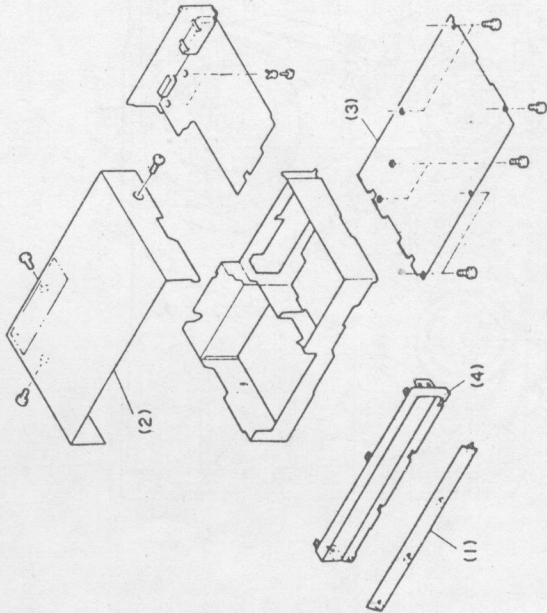

图42
步骤: ①如图42所示,打开顶盖并释放4个固定部;
②拆卸顶盖的3个螺钉;
③拆卸底盖的7个螺钉;
④释放5块挡板。
步骤: ①拆卸顶盖、底盖和前板,如图42所示;
步骤: ①拆卸顶盖,如图42所示;
步骤: ①拆卸顶盖和底盖,如图42所示;